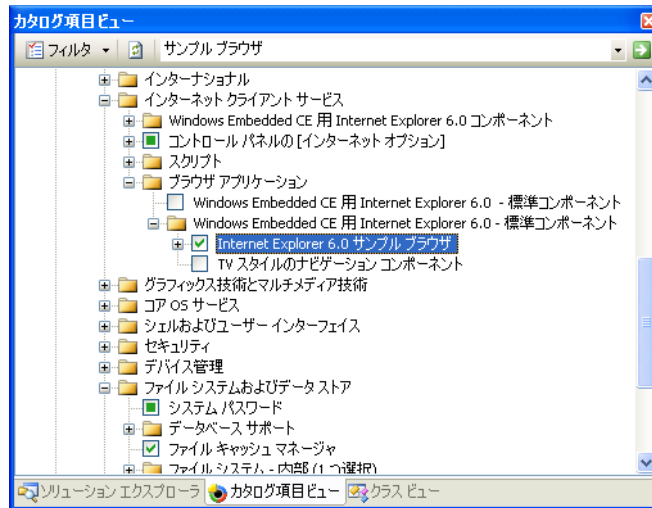

図 1-10 Internet Explorer 6.0 のサンプル ブラウザ カタログ項目を OS デザインに含める
3. 検索結果から Internet Explorer 6.0 のサンプル ブラウザ カタログ項目を探します。該当するチェック ボックスをオンにして、このカタログ項目を OS デザインに含めます (図 1-10)。